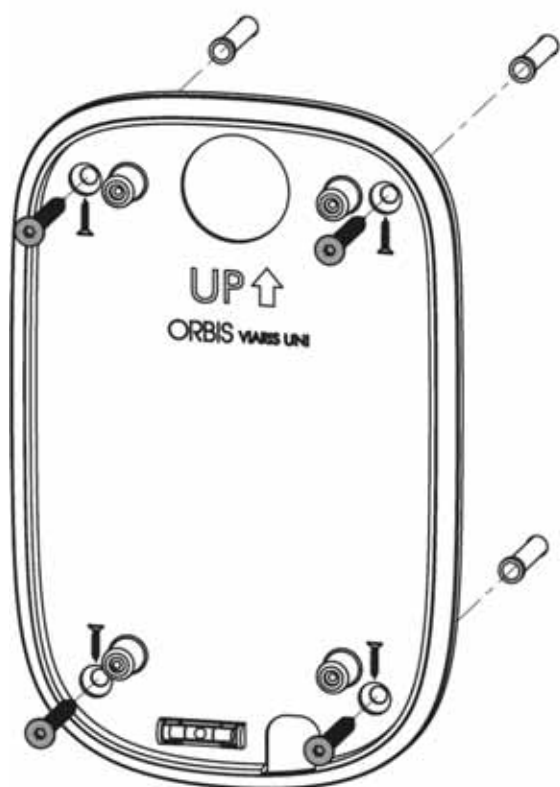

Fig.1
- Bolt installationspladen til væggen. **Fig. 1**